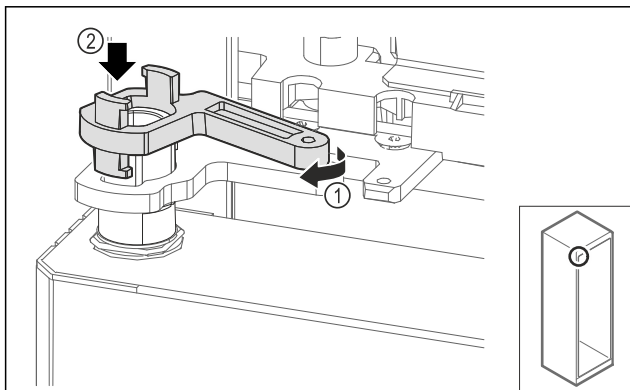

Fig. 70
- ▶ Lagano okrenite blokadu podloška ležaja Fig. 70 (1) i natakните je na čahuru Fig. 70 (2).